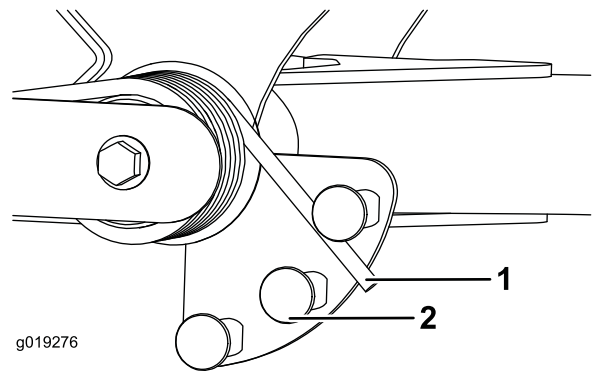

Figure 53
2. Insérez un tube ou un objet similaire sur le ressort long et le faire pivoter autour de l'actionneur de ressort à la position voulue (Figure 53).